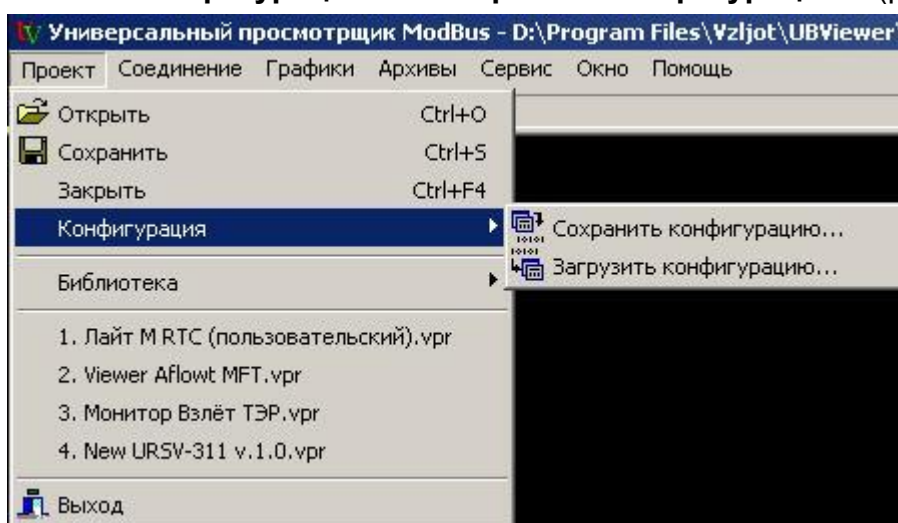
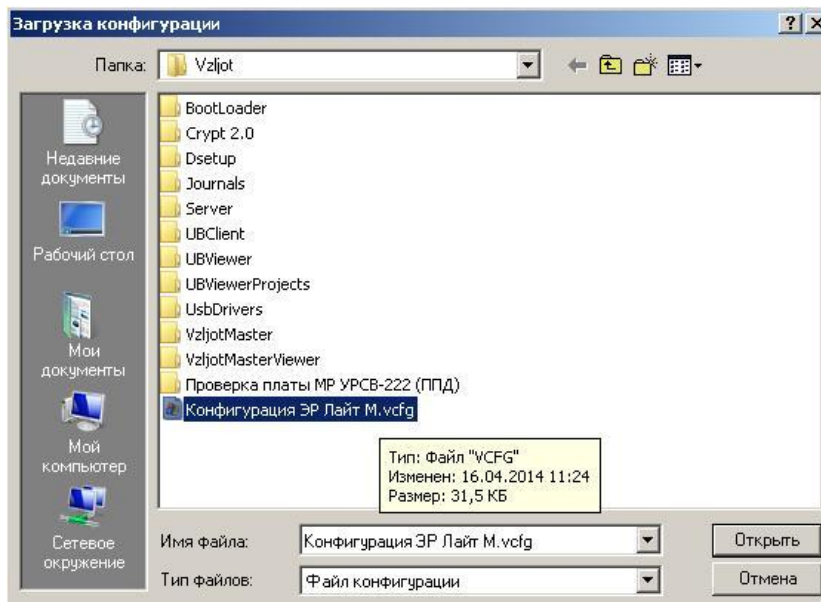

Рис.20. Окно «Универсальный просмотрщик»
Рис.23. Окно «Загрузка конфигурации»
- в программе «Универсальный просмотрщик» выбрать пункт **«Проект» / «Конфигурация» / «Сохранить конфигурацию»** (рис.20):
- в программе «Универсальный просмотрщик» (рис.20) выбрать пункт «Проект» / «Конфигурация» / «Загрузить конфигурацию» и выбрать файл конфигурации для загрузки (рис.23):